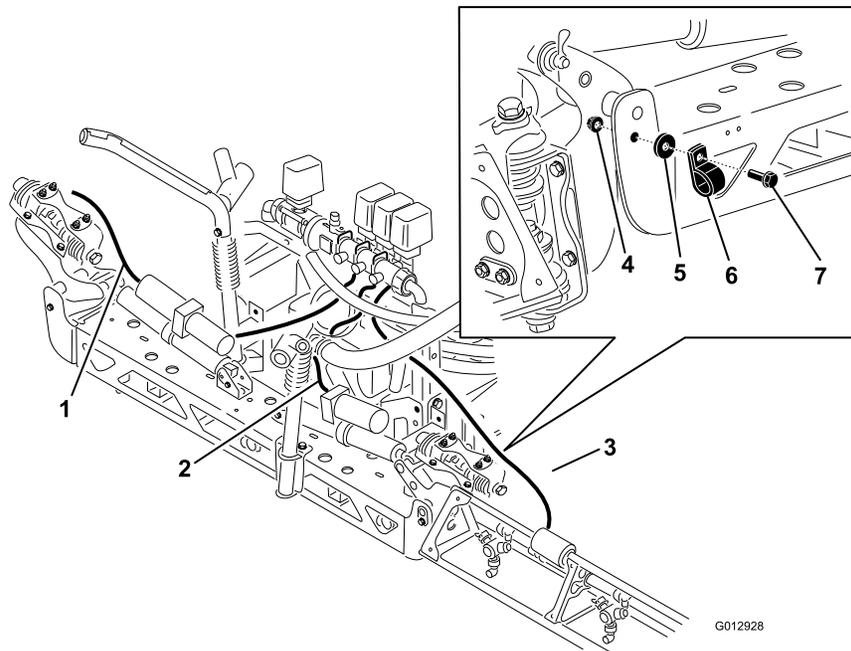

Figure 31
1. Acheminez les flexibles de rampes comme illustré à la Figure 31.
2. Utilisez les colliers en R pour fixer les flexibles des rampes droite et gauche à l'avant des ensembles rampes centrales. Fixez les flexibles et les colliers en R avec un boulon à embase, une rondelle et un écrou comme illustré à la Figure 31.